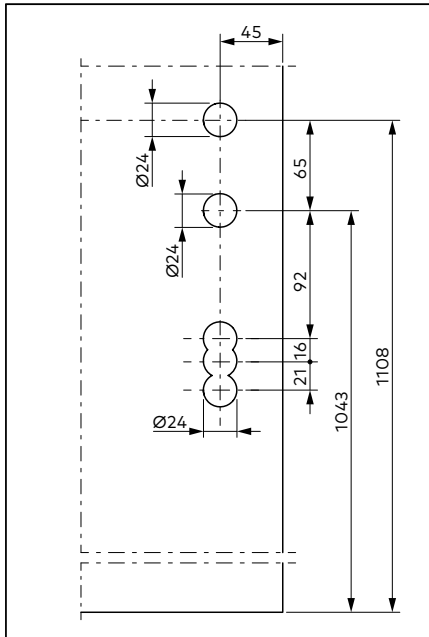
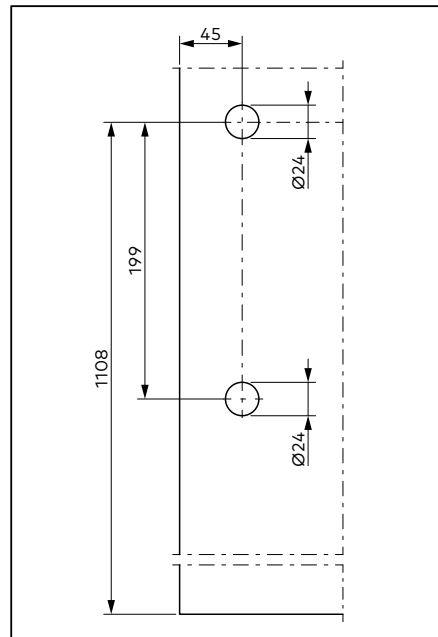

Abb. 11 Die Glasbearbeitung der Glastür für die Schlossmontage an der Hauptschließkante
Abb. 12 Die Glasbearbeitung der Glastür für die Montage des Panikbeschlags an der Nebenschließkante/Bandseite (optional)
- Vor der Montage sicherstellen, dass die Glasbearbeitung an der Glastür den Vorgaben (Abb. 11 und Abb. 12) und der projektbezogenen Anlagenzeichnung entspricht.